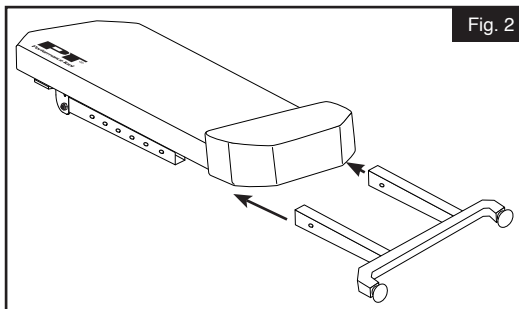

Fig. 2
2. Insérez la base du pied de cadre (2) dans la partie cadre pliable de l'ensemble coussin de la planche (1). (Fig. 2).